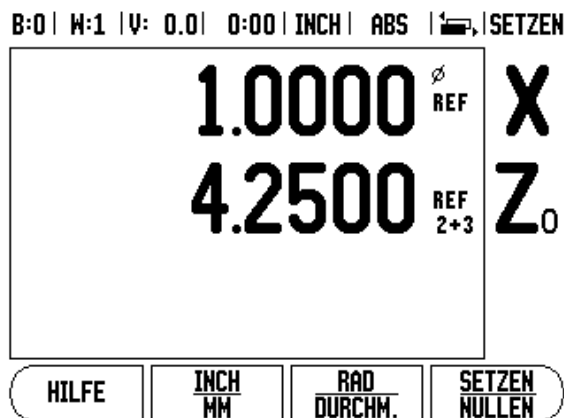

Abb. II.4 Z-Achskopplung aktiv
- ▶ Drücken Sie die numerische Taste, die dem Maßstabseingang auf der Rückseite des Wizard 411 zugeordnet ist. Mit den Softkeys **+** oder **-** koppeln Sie den ersten Eingang mit einem zweiten. Die Nummer der Eingänge werden neben der Achse angezeigt und geben an, dass es sich um eine gekoppelte Position handelt (z. B. 2 + 3). Siehe Abb. II.4.
Betätigen und halten Sie die Taste Z0 für ca. 2 Sekunden, wenn Sie die Z0-Achse und Z-Achse koppeln und die Summe der Verfahrswege in der Anzeige der Z0-Achse anzeigen lassen wollen. Die Summe der Verfahrswege der beiden Z-Achsen wird nun in der Anzeige der Z0-Achse angezeigt und die Anzeige der Z-Achse erlischt. Siehe Abb. II.4.